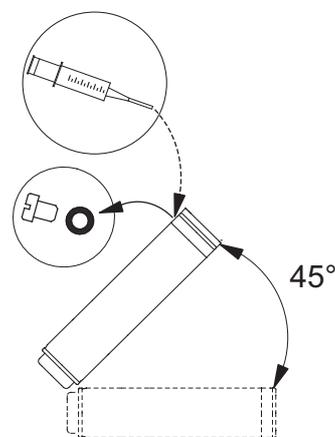

Abb. 3 Position des Motors während des Befüllens, MS6 und MS 6000
- Wird der Motor ab Lager geliefert, ist der Füllstand der Motorflüssigkeit vor dem Montieren der Pumpe auf dem Motor zu prüfen. Siehe Abb. 3.
- Bei Wartungsarbeiten ist immer auch der Füllstand der Motorflüssigkeit zu prüfen. Siehe Abb. 3.
1. Den Unterwassermotor wie in Abb. 3 positionieren. Die Einfüllschraube muss sich am höchsten Punkt des Motors befinden.
3. Flüssigkeit, wie in Abb. 3 gezeigt, mit Hilfe der Füllspritze in den Motor einfüllen, bis die Flüssigkeit aus der Einfüllöffnung wieder austritt.